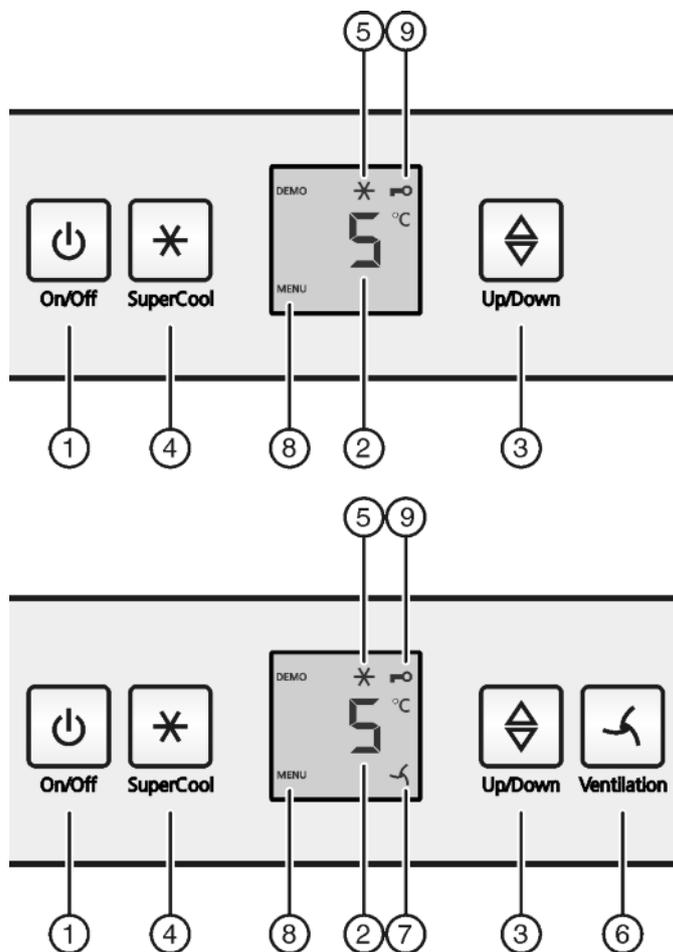

Fig. 2
- ▶ Premere il tasto On/Off Fig. 2 (1).
- ▶ Premere il tasto SuperCool Fig. 2 (4) per ca. 5 secondi.
- ▷ Sul display viene visualizzato il simbolo menu Fig. 2 (8).
- ▶ Confermare brevemente con il tasto SuperCool Fig. 2 (4).
- ▷ Sul display si illumina il simbolo sicurezza bambini Fig. 2 (9).
- ▶ Premere brevemente il tasto On/Off Fig. 2 (1).
- ▶ Richiamare la funzione temperatura: premere il tasto di regolazione Fig. 2 (3).
- ▶ Modificare la temperatura con incrementi di 1 °C: premere il tasto di regolazione Fig. 2 (3) fino a quando nel display della temperatura non si illumina la temperatura desiderata.
- ▶ Premere brevemente il tasto SuperCool Fig. 2 (4).
- ▷ Il simbolo SuperCool Fig. 2 (5) si illumina nel display.
- ▷ Il simbolo SuperCool Fig. 2 (5) si spegne nel display.
- ▶ Premere brevemente il tasto Ventilation Fig. 2 (6).
- ▷ Il simbolo Ventilation Fig. 2 (7) si illumina.
- ▷ Il simbolo Ventilation Fig. 2 (7) si spegne.